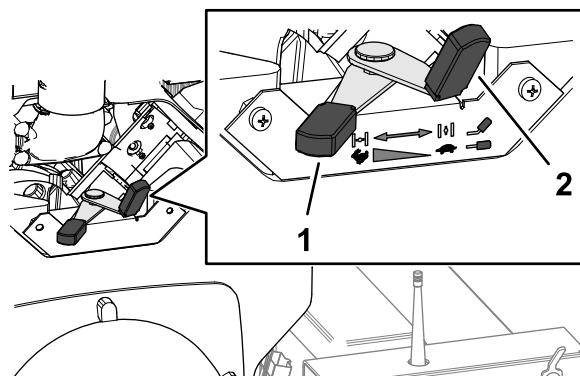

Figura 17
2. Antes de arrancar el motor en frío, mueva la palanca del estérter (Figura 17) a la posición de ENCENDIDO.